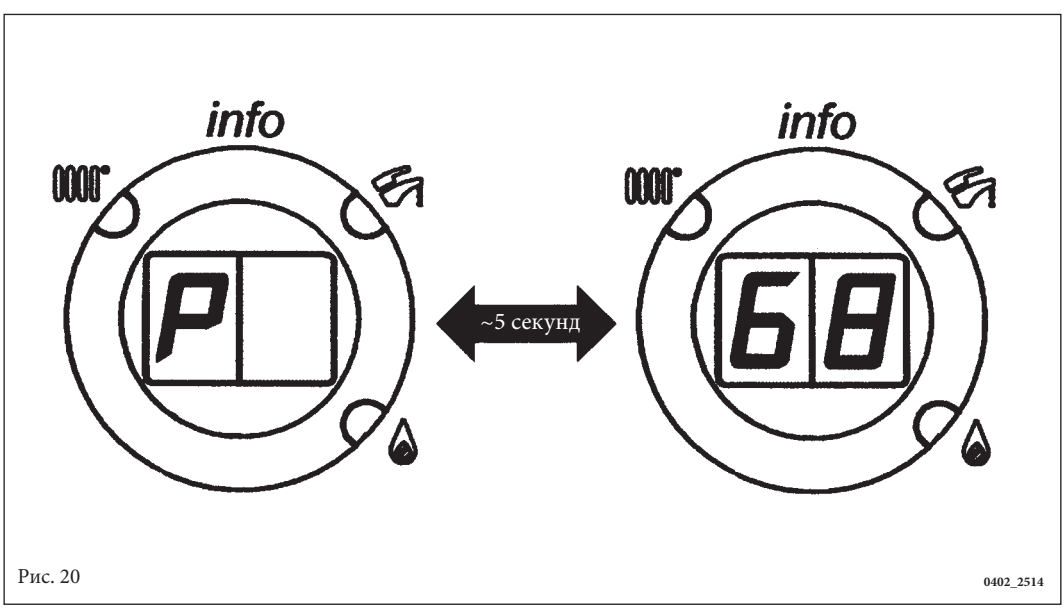

Рис. 20
**Внимание:** когда активна функция «настройка» на дисплее появляется буква «P» и затем, через 5 сек, значение температуры подачи котла (рис.20).